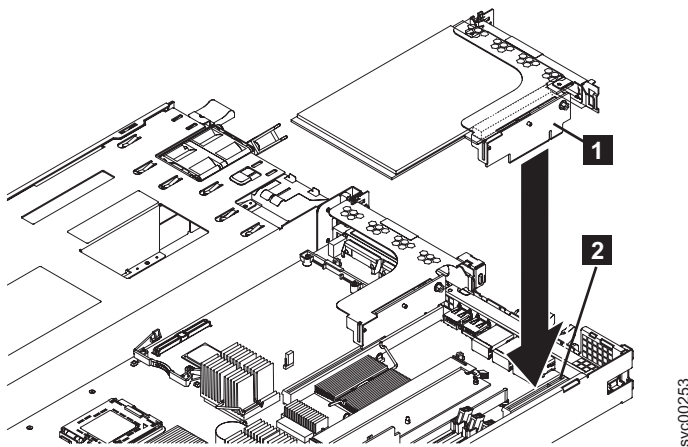

図 182. SAN ボリューム・コントローラー 2145-8G4 用のライザー・カード・アセンブリーの交換
1. アダプターを挿入する場合、まずロー・プロファイル・アダプターのエッジ・コネクタ **1** をライザー・カード・アセンブリー **4** 上のコネクタ **3** に位置合わせします。アダプターがライザー・カード・アセンブリーにカチッとハマったことを確認します。図 182 に示すように、ライザー・カード・エッジ・コネクタ **5** をしっかりとシステム・ボード・コネクタに押し込みます。